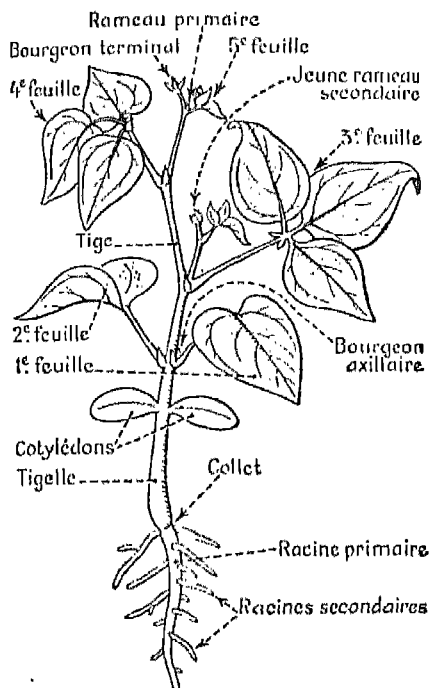

Fig. 3. — Un jeune pied de Haricot.
Ces différentes parties sont représentées sur la fig. 3.
**B. Les rameaux feuillés proviennent de la gemmule.** — Chaque rameau se compose d'une *tige* garnie de *feuilles* (fig. 3).